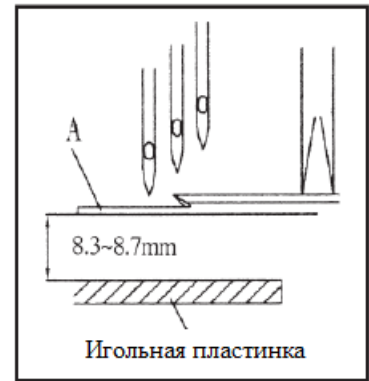

Рис. 34
2. Отрегулируйте высоту нижней поверхности распределителя (А) над верхней поверхностью игольной пластинки стежка, чтобы она составляла 8,3-8,7 мм (Рис. 34).